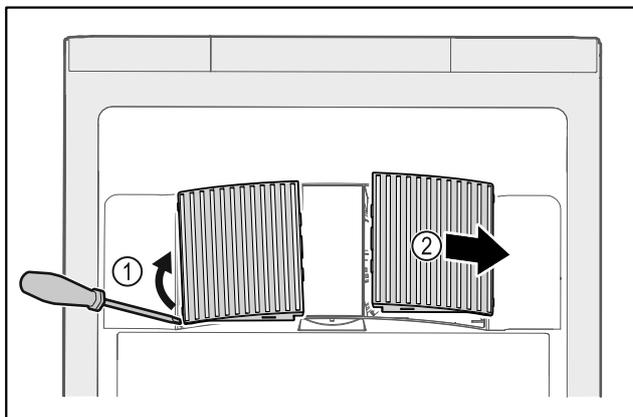

Fig. 59
- ▶ Estrarre con cautela i coperchi delle ventole dai lati Fig. 59 (1) e rimuoverli in avanti Fig. 59 (2).